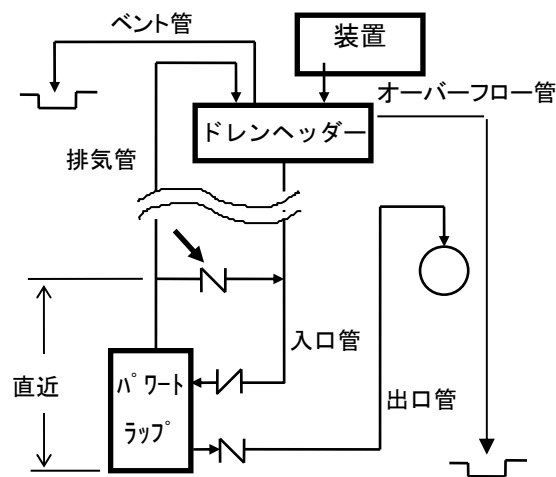

図 2
- ・排気管の本体取出口付近にチャッキバルブを取り付けてドレン入口管に接続する。（図 2）